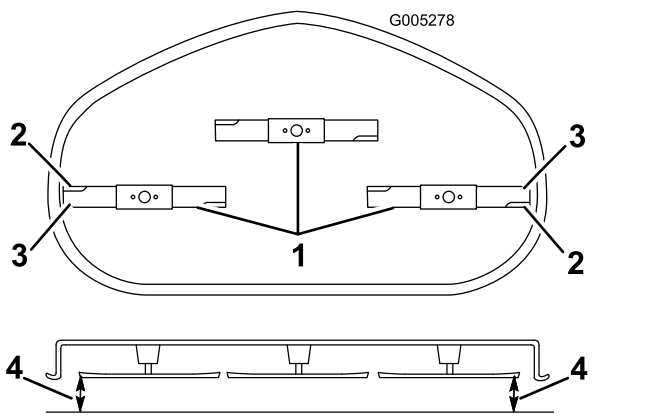

Figure 56
4. Faites pivoter les lames avec précaution pour qu'elles soient toutes parallèles (Figure 56).
5. Mesurez la distance entre les tranchants extérieurs et le sol plat (Figure 56).